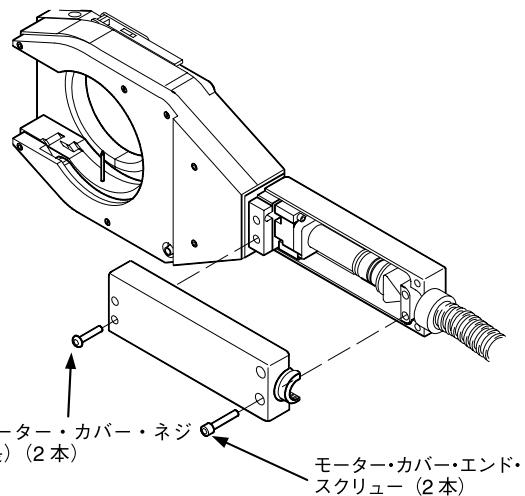

図15：モーター・カバーを取り外す
- 長いモーター・カバー・ネジとモーター・カバー・エンド・スクリューを取り外します。図15をご参照ください。